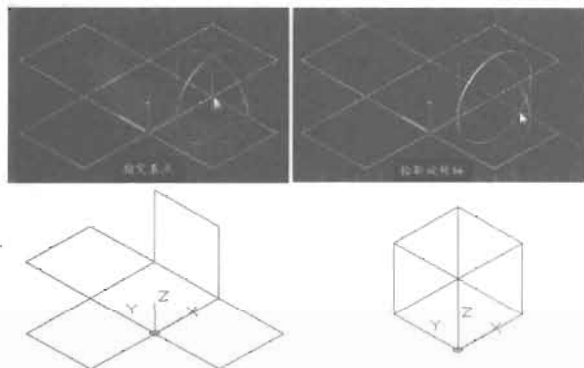

图 13-49
(4) 执行“修改>三维操作>三维旋转”菜单命令，然后将 4 个三维面分别绕它们的底边旋转 90° 和 -90° ，结果如图 13-49 所示，命令执行过程如下。